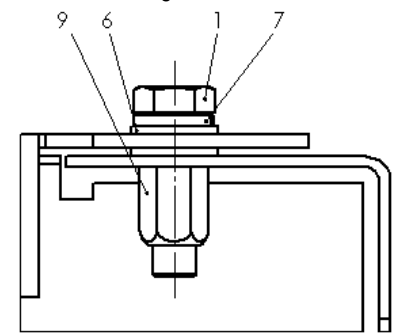

Abb. 9 / Fig. 9
- Montage der Abdeckplatte mit 4 Schraubverbindungen gemäß Abb. 9
- Fasten the cover plate with 4 screw connections as per Fig. 9